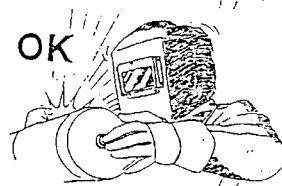

Abb.2
- Schauen Sie niemals und unter keinen Umständen, ohne einen angemessenen Augenschutz auf einen elektrischen Lichtbogen (Abb. 2).